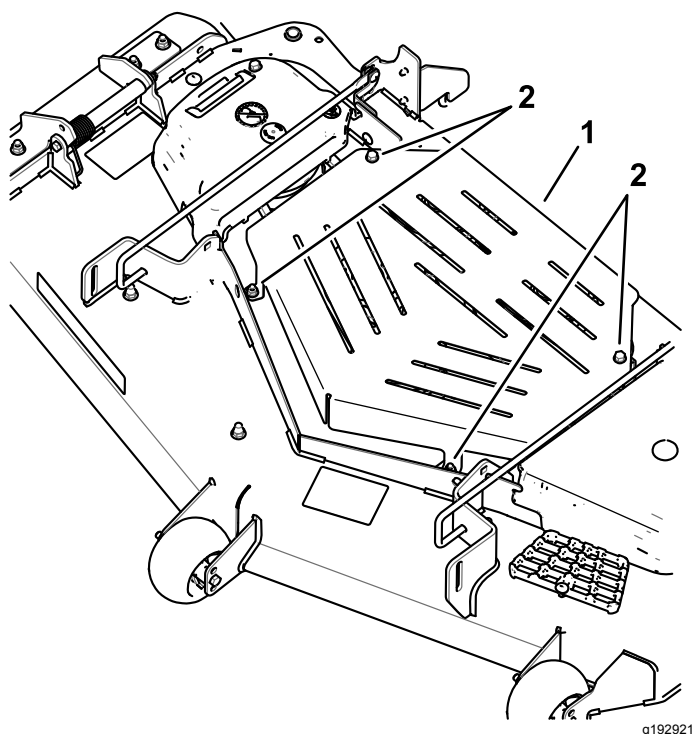

図 40
2. 刈り込みベルトとスピンドルにアクセスするには、シートメタルガードの前面にあるボルト 2 本を外してガードを取り除きます 図 40。作業終了後は、シートメタルガードを取り付けてください。